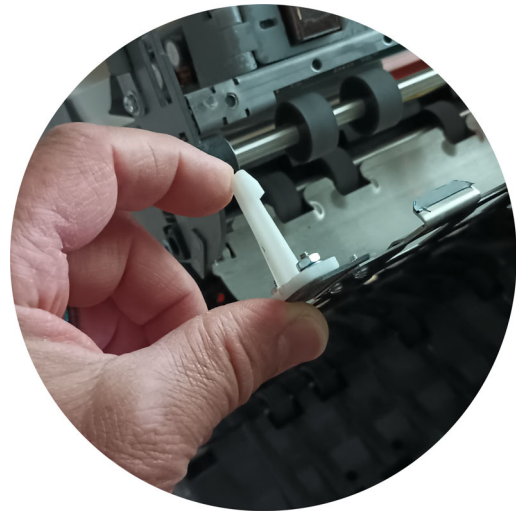

Figure 5-2 : Accès à l'imprimante arrière
2. Levez doucement la languette (voir Figure 5-2) et faites pivoter le guide papier pour l'ouvrir et exposer l'ensemble de l'imprimante.